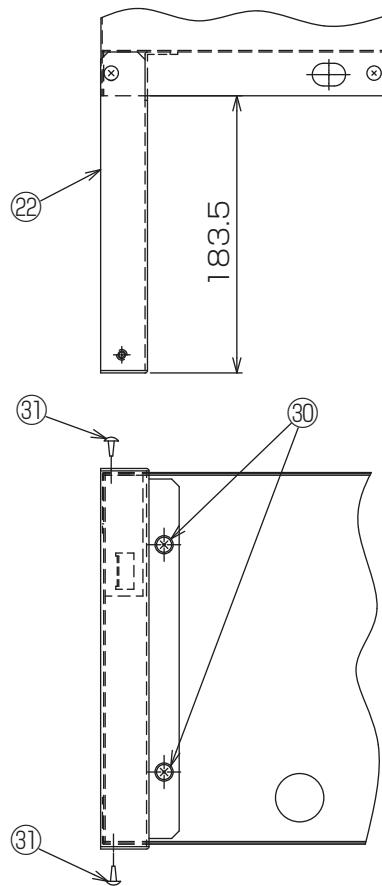

図11
(2)FCU本体の配管側サイドフレームに品番②取付板1を品番⑩座付タッピンネジ(2本)・品番③PTTネジ 4×12 (2本)にて取付けてください。[図11]